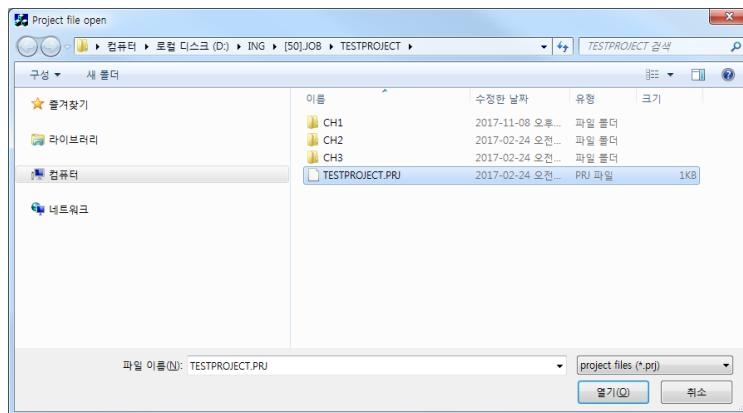

Figure 1-4
1-2 언어 설정 이후 확인(OK) 버튼을 누르면 프로젝트 선택 대화 창(Figure 1-4)이 나타납니다.